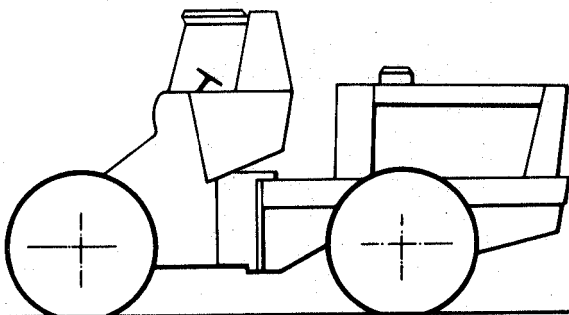

Figure 12 — Conduite avant
5.1.5.1 Conduite avant (voir figure 12)